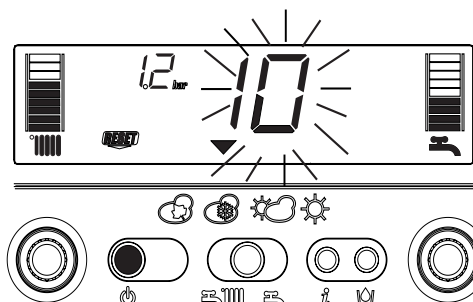

Fig. 4.25
**2) Visualizzazione della sola icona RESET (fig. 4.25)**